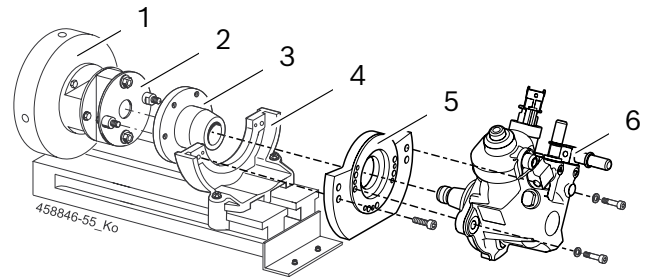

Рис. 1: Зажим CP4
1. Закрепить муфту привода 1 686 401 024 (рис. 1, поз. 2) на маховике (рис. 1, поз. 1) станда EPS 708. Момент затяжки крепежных винтов составляет 95 ± 2 Nm.
2. Закрепить зажимной фланец (рис. 1, поз. 5) на CP4 (рис. 1, поз. 6).
3. Вставить CP4 с зажимным фланцем в зажимной уголок (рис. 1, поз. 4) и закрепить.
4. Закрепить фланец привода (рис. 1, поз. 3) на приводном валу CP4. Момент затяжки стяжной гайки: $80 + 10$ Nm.